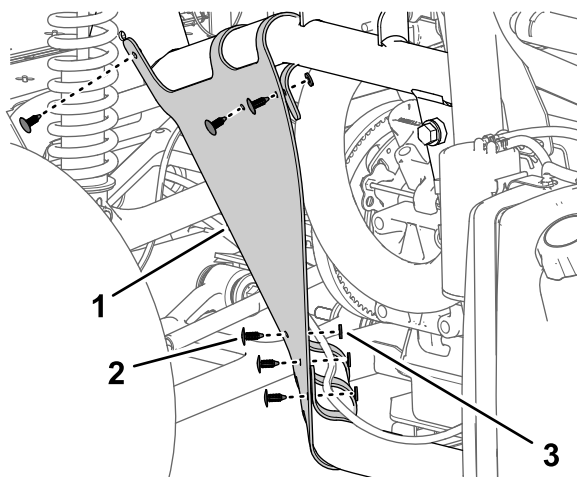

図 10
4. 内側フェンダのシュラウドを車体フレームに固定している押し込みファスナー 6 本とワッシャ9/16 x 1/2 インチ5 枚を取り外す 図 10。